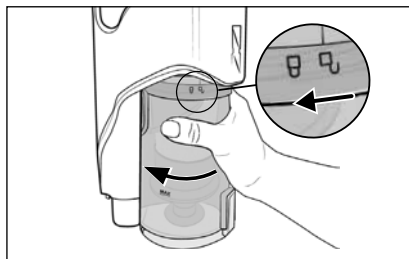

Abb. 19
- 2) Um den Staubbehälter **7** vom Gerät zu entfernen, drehen Sie ihn in Richtung des Symbols (öffnen), bis er sich vom Gerät lösen lässt (siehe Abb. 19).